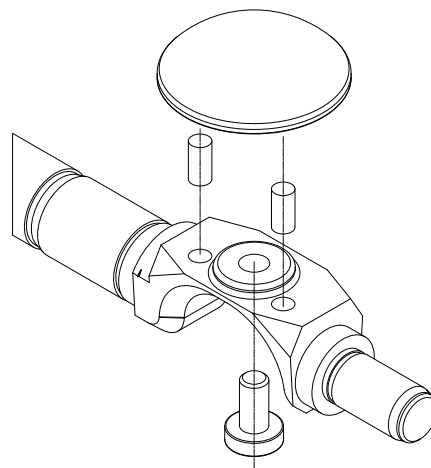

Fig.6-13.2 Montaje DN DN 25 serie 02
**DN 25 serie 02:** Asegúrese de que los dos pasadores de guía estén instalados en el segmento de bola. Vuelva a colocar el tornillo (→ Fig.6-13.2).
**DN 25 serie 02:** Asegúrese de que los dos pasadores de guía estén instalados en el segmento de bola. Vuelva a colocar el tornillo (→ Fig.6-13.2)